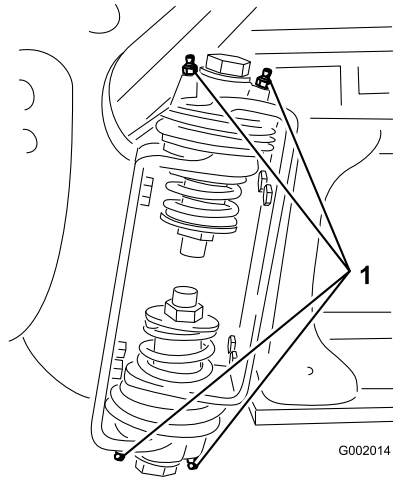

Figura 41
2. Bombee grasa en el cojinete o casquillo de cada punto de engrase Figura 41.